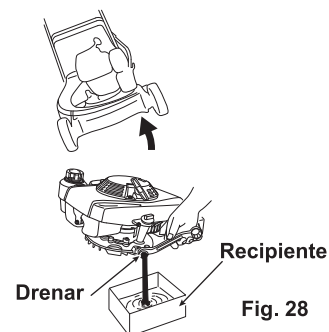

Fig. 28
2. Drene o óleo do motor através da saída de drenagem. (Veja a fig. 28)